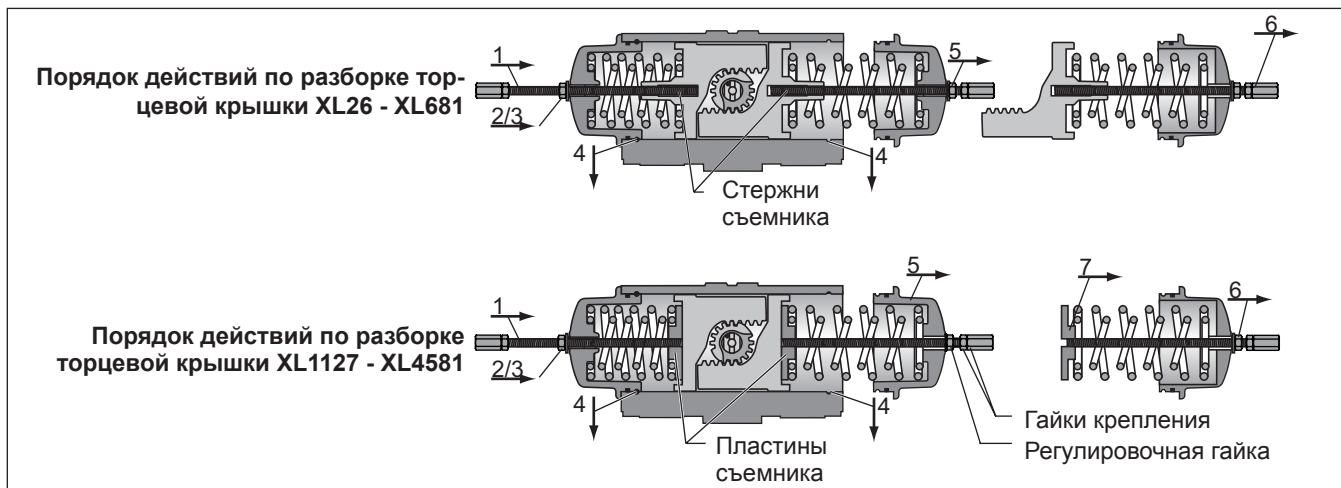

Рис. 5 Разборка торцевой крышки
- 1 Отверните контргайки (24) и снимите оба ограничителя хода (22) и резьбовые уплотнения (23) или уплотнительные кольца (23а).
- 2 Снимите индикатор (7) с верхней части шестерни (19). Для моделей XL26 - XL221 используйте торцовый ключ на 4 мм. На больших типоразмерах индикатор можно снять с верхней части шестерни привода.
- 3 Снимите оба уплотнительных болта (28) и прокладки (29) с торцевых крышек (21).
- в моделях **XL 26 – XL 681** в поршни (20)
- в моделях **XL 1127 – XL4581** в пластину съемника (20а, см. также рис. 5) до конца хода (НЕ ЗАТЯГИВАЙТЕ ЧРЕЗМЕРНО), и проследите за тем, чтобы гайка и шайба были свободны по отношению к лицевой стороне торцевой крышки.
- 7 Чтобы гайки крепления не вращались, удерживайте их гаечным ключом. С помощью другого ключа закручивайте одновременно обе регулировочные гайки по пол-оборота (см. рис. 5) по часовой стрелке на стержнях, пока они не сделают точно два оборота.
- в моделях **XL 26 - XL681** в поршни (20)
- в моделях **XL 1127 – XL4581** пластина съемника (см. также рис. 5) к торцевым крышкам (21), и пружины сожмутся. Сжатие пружины снимает давление пружины и разблокирует SAFEKEY для снятия.
- 10 После снятия обоих SAFEKEY с помощью гаечного ключа поверните шестерню, разделив поршни (20), пока они частично не сдвинут торцевые крышки с корпуса.
- в моделях **XL 26 - XL681** выдвинутся поршни (20), пружины и торцевая крышка
- 11 Чтобы сохранить комплект пружин в неприкосновенности (см. рис. 5), оставьте съемник на месте. Для разборки комплекта пружин отвинтите регулировочную гайку на стержне съемника, ослабив усилие пружины, удерживая стержень от вращения ключом за стопорные гайки.